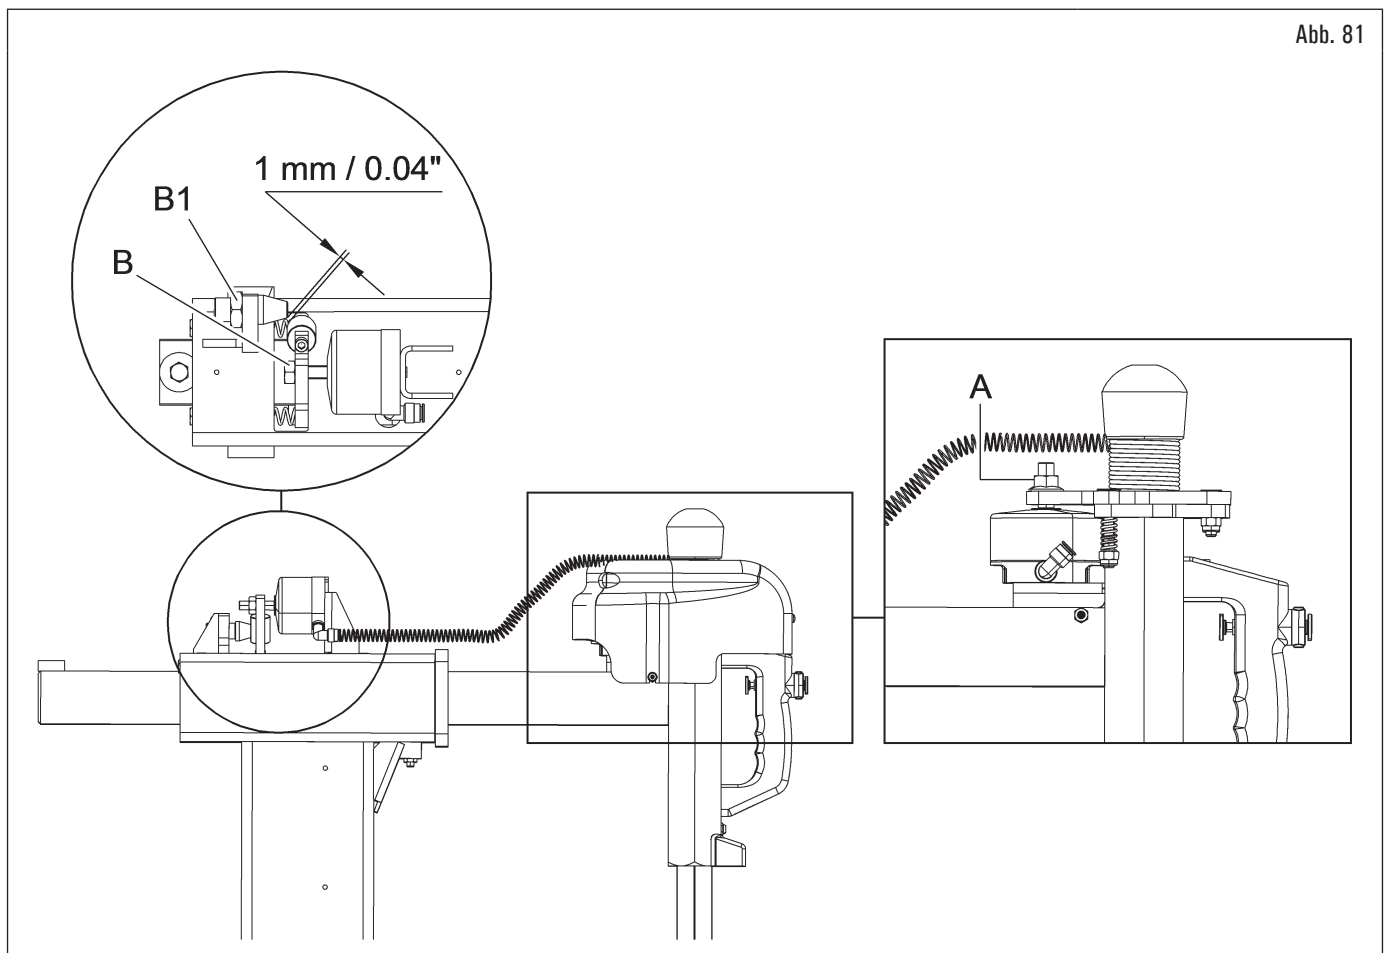

Abb. 81
- Einstellung des Hubs (Abb. 81).
Die Einstellung der horizontalen Sperrvorrichtungszylinder erfolgt anhand der Mutter B bei entlastetem Pneumatikzylinder (nach Entfernen des oberen Schutzgehäuses und nach Befestigen der Mutter B1 zur Feststellung des Kegels fester Position bezüglich der Rolle – siehe Abb. 81):